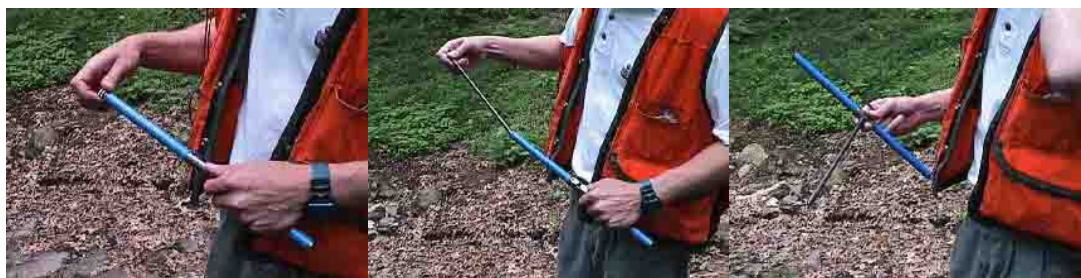

Figura 3: Como montar uma barra de incremento
2. Desenroscar a rosca ao final da manivela (figura 3). É o extrator que mantém a peça dentro da manivela. O passo seguinte é inserir a barra de incisão dentro da manivela. Coloque o lado quadrangular dentro do orifício da manivela e ajuste o final da peça com o seguro, para manter a barra de incisão dentro da manivela. A barra de incisão está pronta para ser usada.